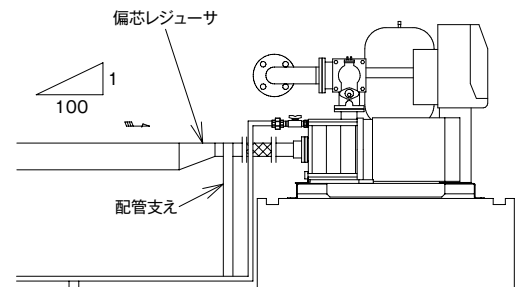

図5 ユニット配管例
- (7) ポンプの直前で吸込配管の口径を落とす場合は偏心レジュースを用いて空気溜りを発生させない構造としてください。(図 5 参照)
- (8) 配管類の重量が、ユニット本体にかからないように配管支えを設けてください。
- (9) 吸込配管に仕切弁を取付けしないでください。
- (10) ユニットの吸込・吐出配管に、防振継手を設けてください。